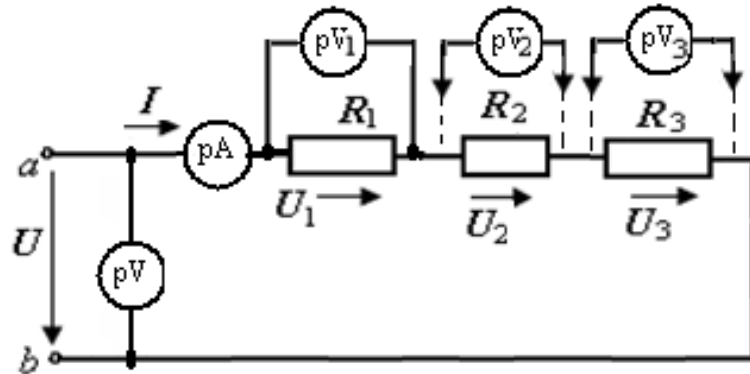

Рисунок 1.1 – Схема цепи с последовательно соединенными резисторами
1.2.1.1 Вычертить схему последовательного соединения трех резисторов (рисунок 1.1). Значения приложенного напряжения и сопротивлений резисторов для соответствующих вариантов приведены в таблице 1.1. Вариант задания соответствует номеру бригады.